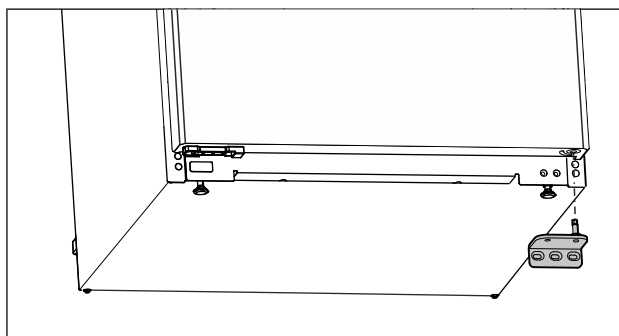

Fig. 12
- Снимите опорный кронштейн движением вниз. (см. Fig. 12)